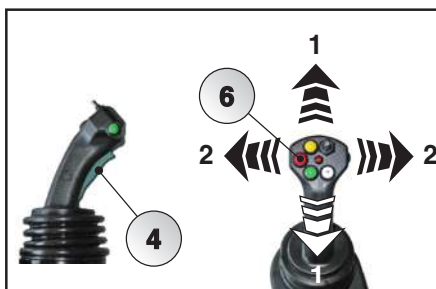

Fig. 5.76
Tenendo premuto il pulsante di sicurezza color verde (4) (uomo presente) e tenendo premuto il tasto rosso (6) è possibile muovere l'impugnatura del Joystick nelle direzioni indicate (Fig. 5.76) per alimentare i giunti rapidi come evidenziato in figura 5.77/78.